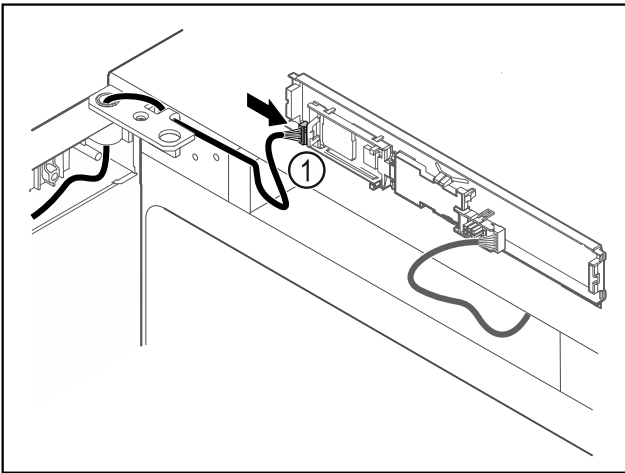

Fig. 65
- ▶ Enchufar el conector Fig. 65 (1) en la platina.